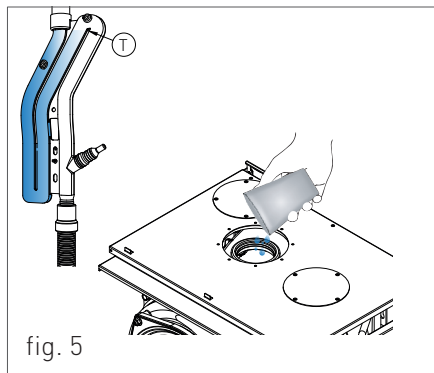

fig. 5
Efectuar el llenado del sifón recolector de condensación del modo siguiente (ver fig.5):
- › Con un vaso colocar agua en la salida de descarga humos del intercambiador (ver fig. 5), hasta llenar el sifón al punto más alto "T" (fig. 5);